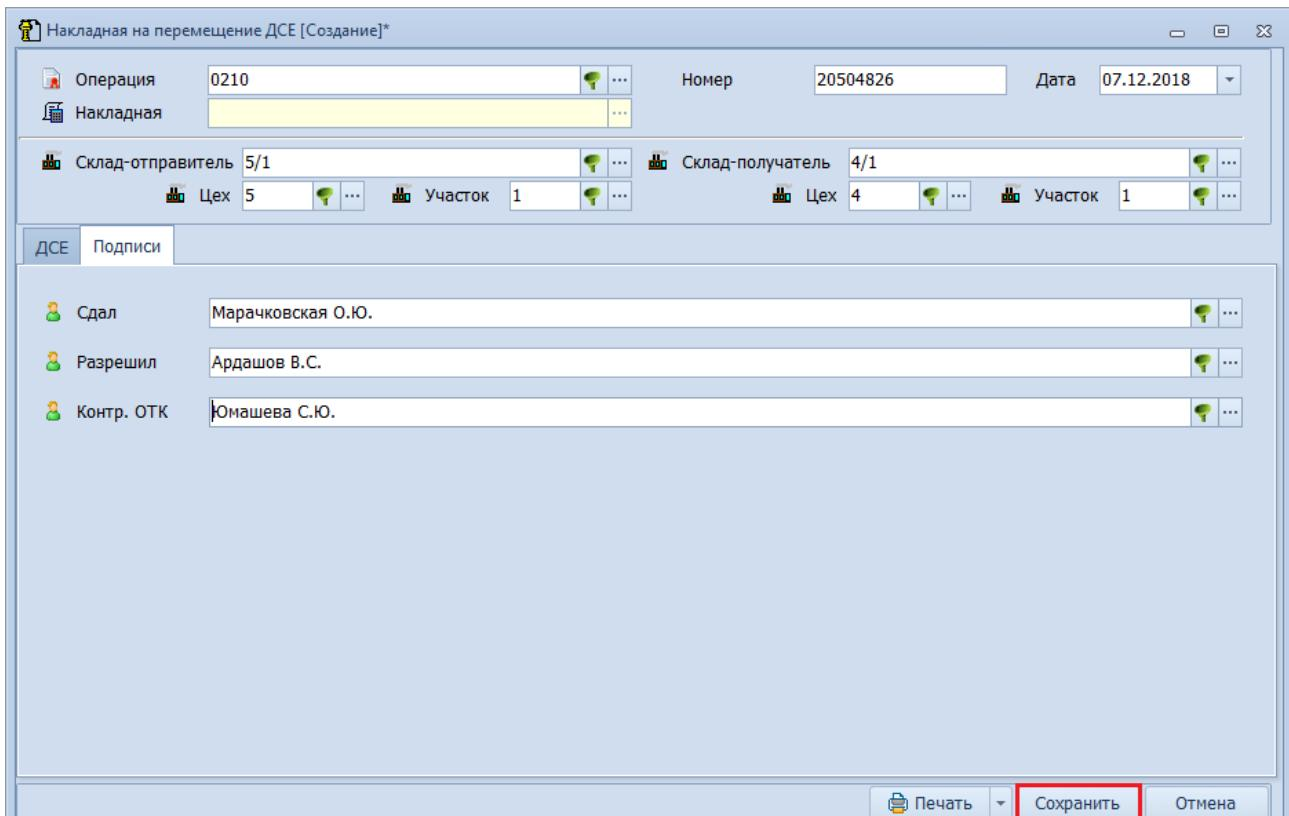

Рисунок 131.Кнопка для сохранения выписанной накладной
7. Сохранить выписанную накладную. Для этого в диалоговом окне нажать кнопку **Сохранить** (рис. 131).